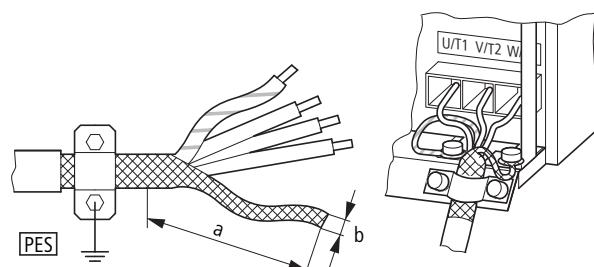

Abbildung 39: Anschluss bei verdrilltem Kabelschirm
- Verbinden Sie den Schirm dabei beidseitig und großflächig (360 Grad Überdeckung) mit der Schutzerde (PE) . Die Erdanbindung des Leistungsschirms (PES) sollte dabei in unmittelbarer Nähe des Frequenzumrichters und direkt am Motorklemmkasten erfolgen.
- Verhindern Sie ein Aufflechten der Schirmung – beispielsweise durch Verschieben der getrennten Kunststoffummantelung über das Schirmende oder durch eine Gummitülle am Schirmende. Alternativ können Sie zusätzlich zur großflächigen Kabelschelle auch das Schirmgeflecht am Ende verdrillen und mit einem Kabelschuh an der Schutzerde anbinden. Um EMV-Störungen zu vermeiden, sollte dieser verdrillte Schirmanschluss möglichst kurz ausgeführt werden (→ Abbildung 39).
Alternativ kann zur großflächigen Kabelschelle das Schirmgeflecht am Ende auch verdrillt und mit einem Kabelschuh an der Schutzerde angebunden werden. Zur Vermeidung von EMV-Störungen sollte dieser verdrillte Schirmanschluss möglichst kurz ausgeführt werden (→ Abbildung 39, Seite 68).